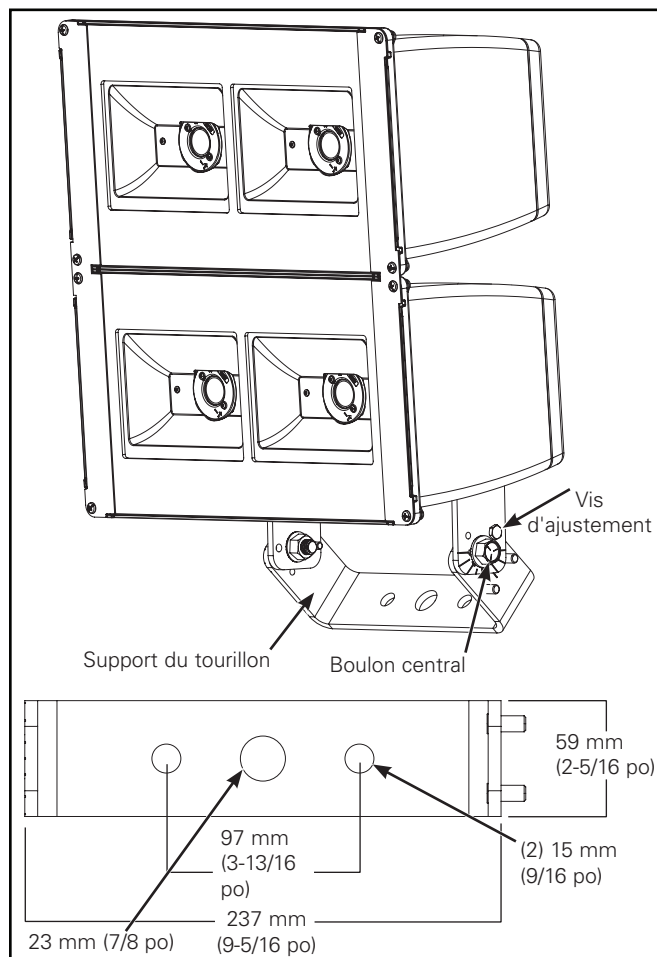

Figure 1
Montage à tourillon (Figure 1).
2. Desserrez mais ne retirez pas (2) boulons centraux et (1) vis d'ajustement. (Figure 1).